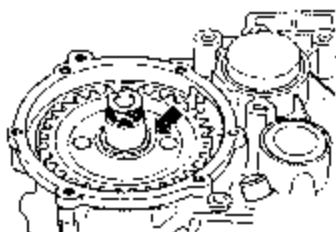

图 7-197 装配驻车锁止齿轮
5) 装配驻车锁止齿轮、加热的输出齿轮和调整垫片 S4(厚度 2.4mm, 使用厚度 $2 \times 1.20\text{mm}$ 的调整垫片), 如图 7-197 所示。装入间隔管。